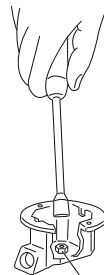

Рис. 7: замена сопел
2. С помощью трубного ключа 7 мм отвинтить сопла горелок [Рис. 7].